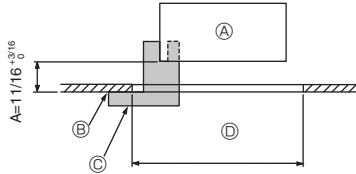
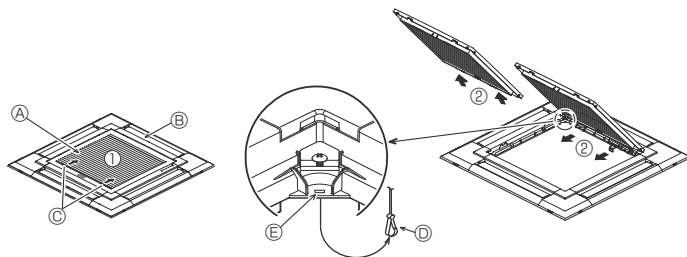
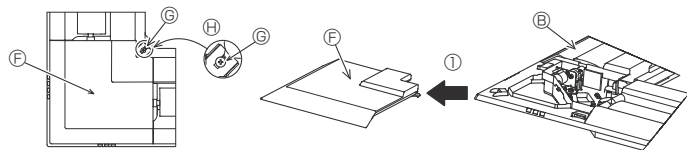

Fig. 9-2
Fig. 9-3
Fig. 9-4
①	Dimensiones de la rejilla	1	950 × 950 (mm), 37-3/8 × 37-3/8 (pulgadas)
②	Calibre de instalación	1	(Dividido en 4 partes)
③	Tornillo (4 × 16)	1	para PLA-A-EA*
④	Panel angular del i-see sensor	1	para PLA-A-EA*
9.2. Preparación para conectar la rejilla (Fig. 9-2)
- Con el calibre ② que se entrega con este equipo, ajuste y compruebe la posición de la unidad principal en relación con la superficie del techo. Si la unidad principal no está colocada en el techo de forma adecuada, podrían producirse escapes de aire o generarse condensación.
- C) Calibre de instalación ② (insertado en la unidad principal)
9.2.1. Extracción de la rejilla de admisión (Fig. 9-3)
- Deslice las palancas en la dirección indicada mediante la flecha ① para abrir la rejilla de admisión.
- Con la rejilla de admisión en posición "abierta", extraiga la bisagra de la rejilla de admisión de la rejilla tal y como se indica mediante la flecha ②.
9.2.2. Extracción del panel angular (Fig. 9-4)
- Aloje los 4 tornillos de la esquina. Deslice el panel angular en la dirección indicada por la flecha ① de la imagen y retírelo.
[Fig. 9-3] [Fig. 9-4]